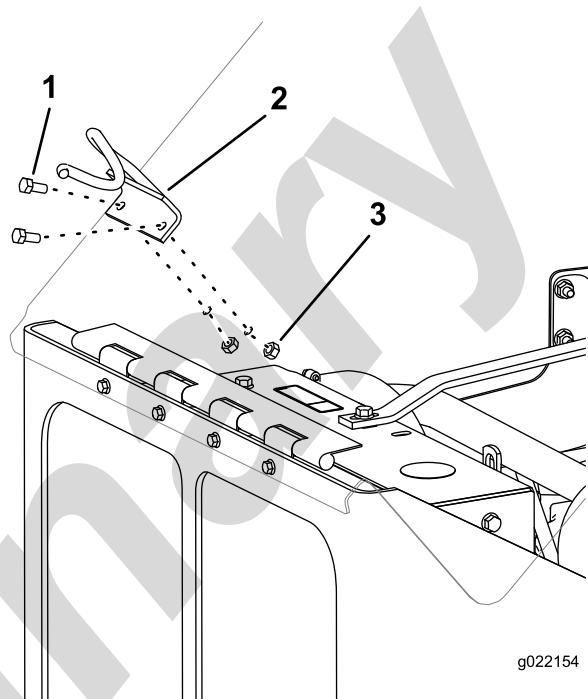

Figura 3
2. Monte el soporte de la guía de cable del capó en el exterior del capó, introduzca los 2 pernos (5/16 pulgada) por los taladros del soporte y de la máquina, y sujetelos con las 2 tuercas (5/16 pulgada) en el interior del capó (Figura 3).